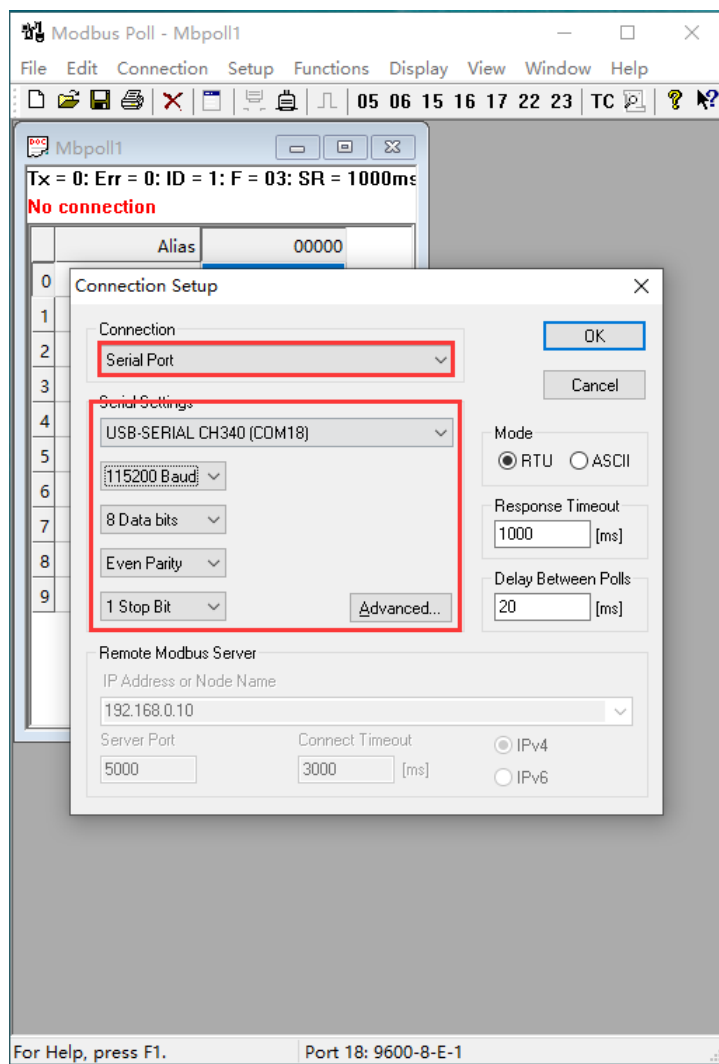

图 6-31 MODBUS_RTU 主机参数设置
4) 点击 “Connection”，创建连接，MODBUS_RTU 端设置参数如图 6-31 所示。